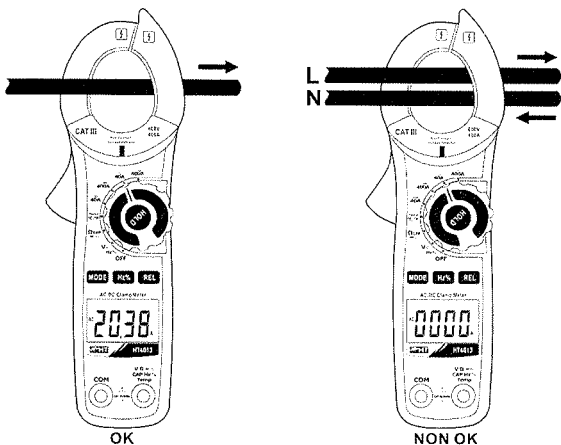

Fig. 9: Uso della pinza per misure di corrente AC e DC
4. Per misura di corrente DC la visualizzazione del simbolo "O.L" indica che lo strumento è inserito in modo contrario al verso della corrente (vedere Fig. 9)